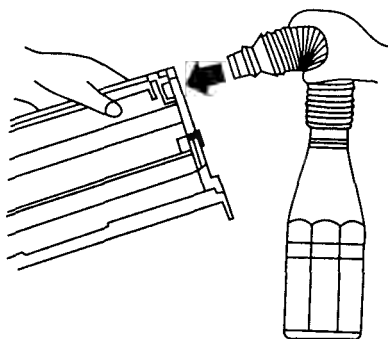
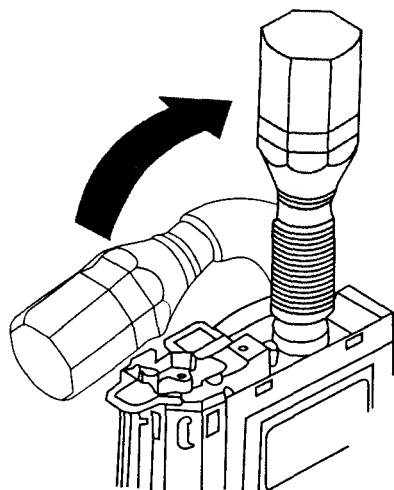

Рис. 7.13
Рис. 7.14
10. Соедините с помощью трубки трубу с тонером и картридж (рис. 7.13). Затем переверните картридж (рис. 7.14) и наполните его тонером.